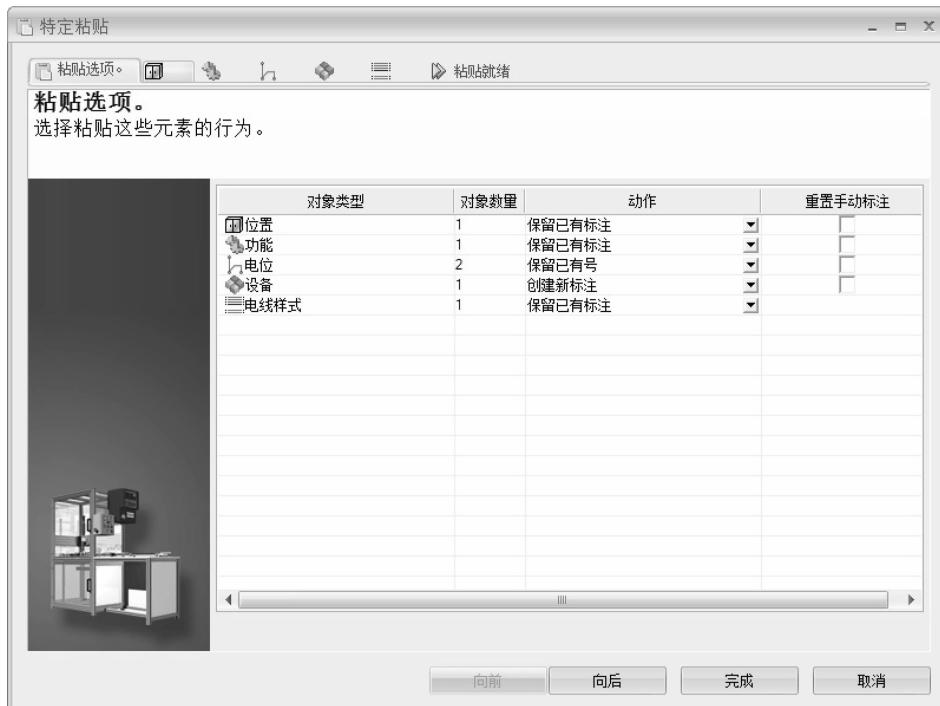
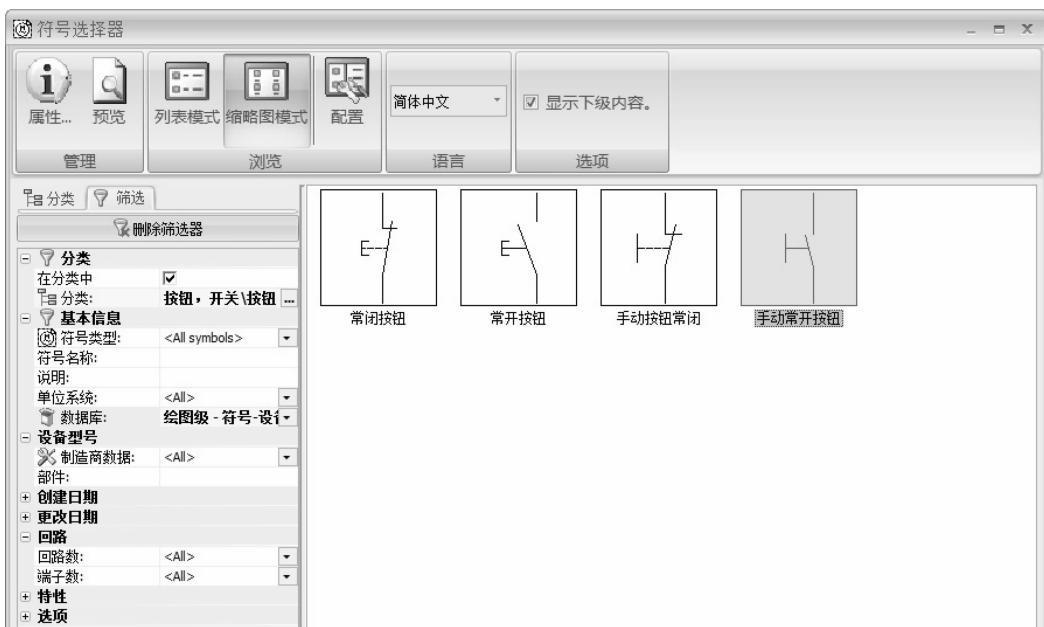
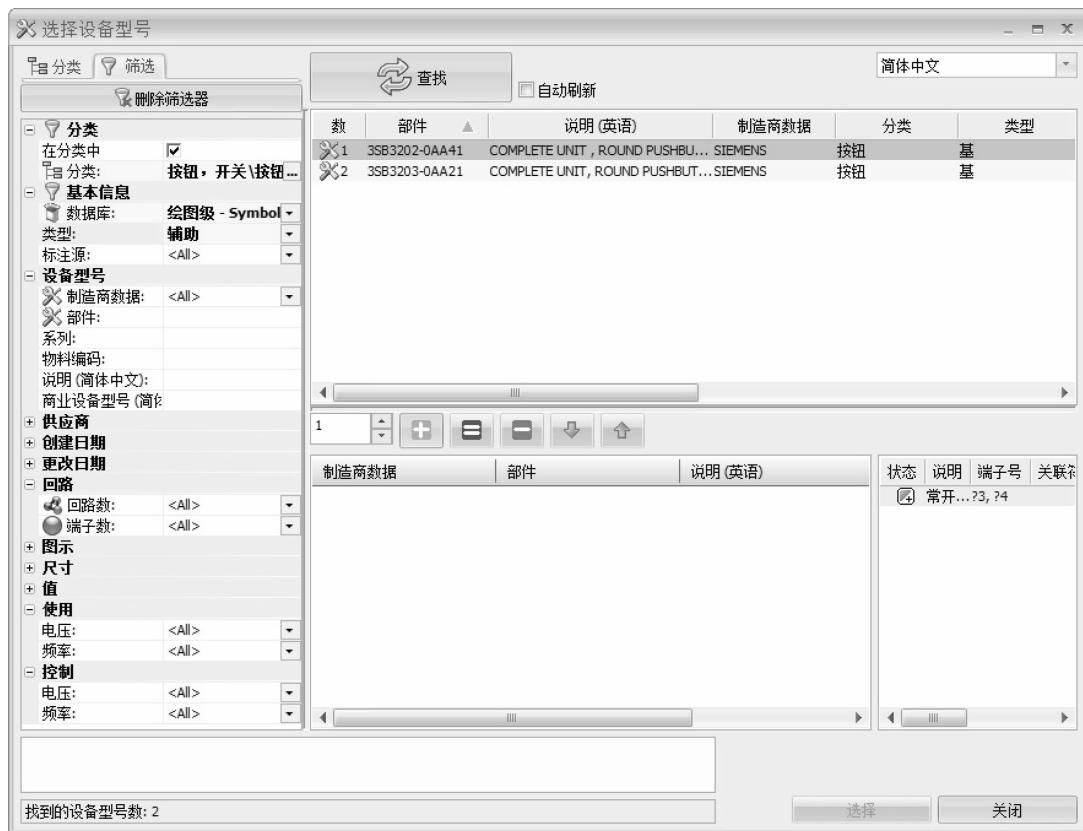

图 3-10 设定特定粘贴参数
图 3-11 快速定位符号
图 3-12 应用筛选器
**步骤 12 使用绘图级筛选数据** 从马达启动中使用拖放将宏添加至页面中。设定【特定粘贴】参数，如图 3-10 所示。单击【完成】放置宏，返回页面。单击【插入符号】，使用筛选快速定位“手动常开按钮”符号，如图 3-11 所示。单击【选择】，插入符号至线圈的上方。在【设备型号与回路】上单击【搜索】，应用筛选器，添加设备型号到符号，如图 3-12 所示。